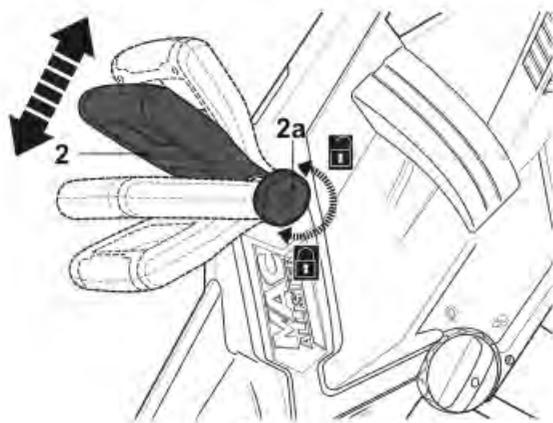

Fig. 14
- > Desserrez le bouton de fixing [2a] et réglez la poignée auxiliaire [2] dans la position souhaitée (Fig. 14).